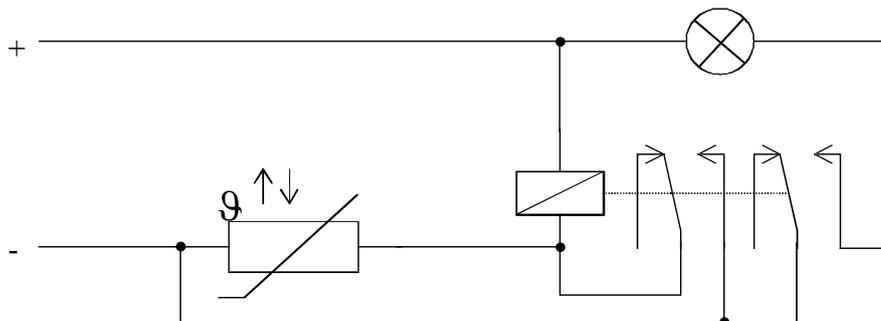

Abb. 2: Verzögerungsschaltung mit NTC-Widerstand
b) Verzögerungsschaltungen werden häufig mit einem NTC realisiert. Die Schaltung in Abb. 2 besteht aus einer Lampe, einem Relais (Spule und zwei miteinander mechanisch gekoppelte Schalter) und einem NTC. Warum leuchtet die Lampe erst verzögert auf, nachdem eine äußere Spannung angelegt wurde? Zu welchem Zweck wird der NTC nach Ablauf der Verzögerungszeit kurzgeschlossen? (2 Punkte)